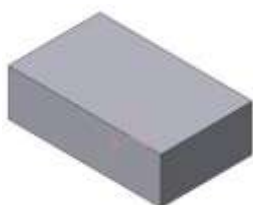
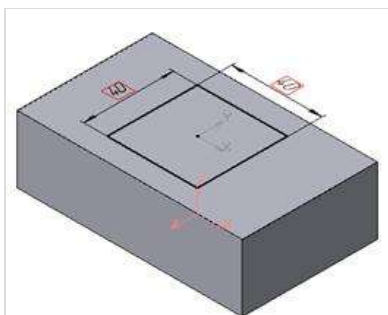
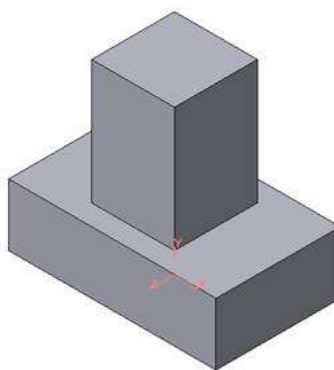

Рисунок 23 - Модель основания
Рисунок 24- Эскиз призмы
Рисунок 25 -Операция приклеивания элемента
2. Для построения верхнего элемента детали рис.23 - прямоугольной четырехгранной призмы на верхней плоскости основания вычертим эскиз - квадрат со сторонами 40 мм (рис.24) и приклеим призму выдавливанием на 50мм (рис.25).